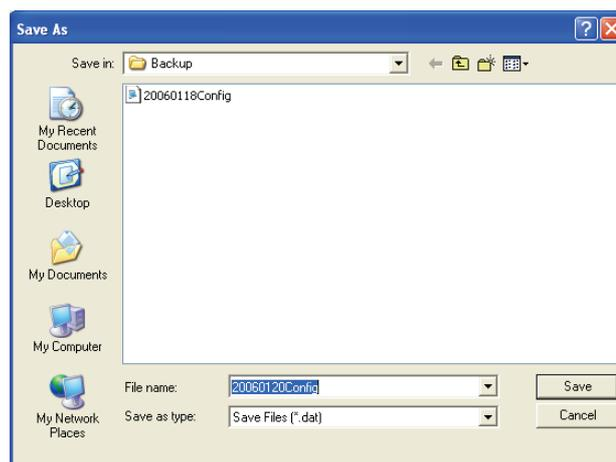

figura 8.23: Finestra "Save configuration file as"
- 1 Dal menu principale, fare clic sul pulsante Save configuration file. Compare la seguente finestra (vedere la figura 8.23).
Il nome del file predefinito è basato sulla data impostata nell'orologio del computer (vedere la figura 8.23).